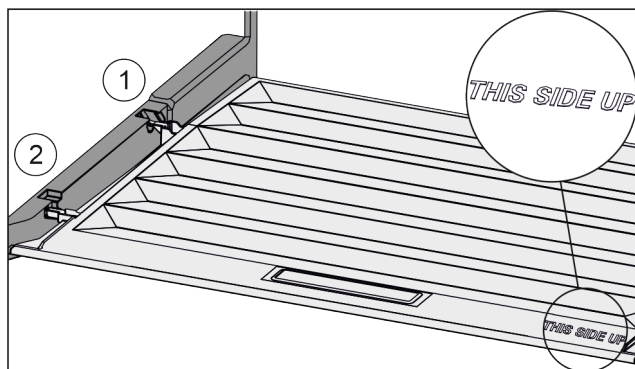

Fig. 85
- Inserire le nervature del coperchio attraverso l'apertura del supporto posteriore Fig. 85 (1) e innestare anteriormente nel supporto Fig. 85 (2).